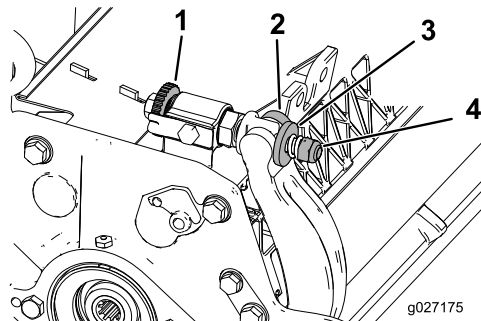

Figura 24
1. Ruotate le viti di regolazione della barra di appoggio in senso antiorario per allontanare la controlama dal cilindro (Figura 24).
2. Allentate il dado di tensione della molla finché la rondella non sarà più in tensione contro la barra di appoggio (Figura 24).